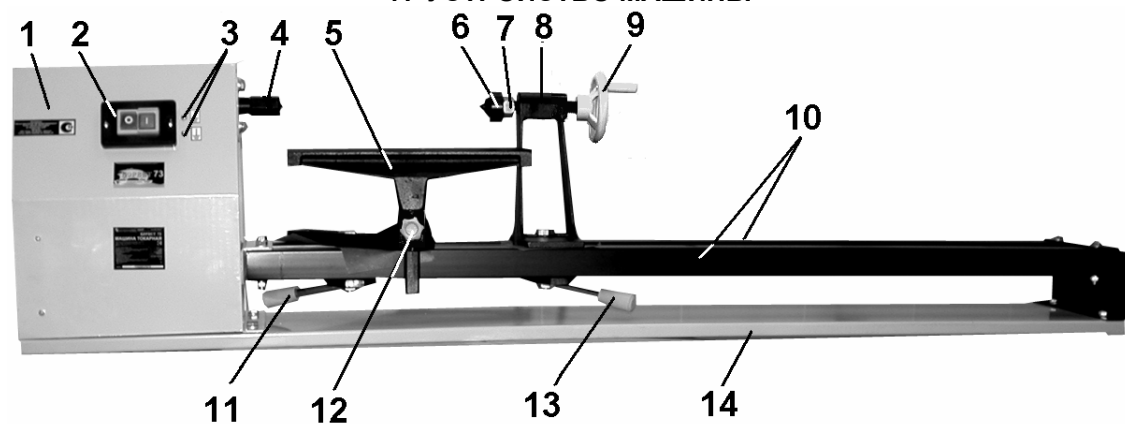

Рис. 2
- 7.1. Машина состоит из следующих сборочных единиц и деталей (Рис. 2):
8.1. Как показано на Рис.2, установите винт фиксации (2) подручника (5).
9.3. Задняя бабка (Рис. 2)
9.4. Подручник (Рис.2,7)